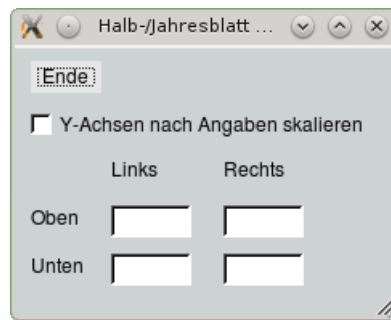

Abbildung 12.107: Einstellungen zur Skalierung der Y-Achse
- öffnet ein Fenster, mit dem Sie die Y-Achsen im Report beliebig skalieren können (↔ Abb. 12.107). Dazu geben Sie den jeweiligen oberen und unteren Y-Wert für die linke und – falls vorhanden – die rechte Y-Achse ein und wählen das Kästchen Y-Achsen nach Angaben skalieren an.